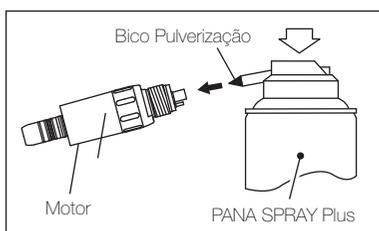

Fig.6
- 2) Monte o bico de pulverização no orifício respetivo do recipiente. (Fig.6)